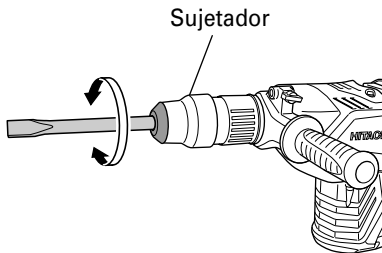

Fig. 10
- (b) Gire la palanca selectora como se muestra en la Fig. 10 y fije la herramienta en la dirección de trabajo deseada.